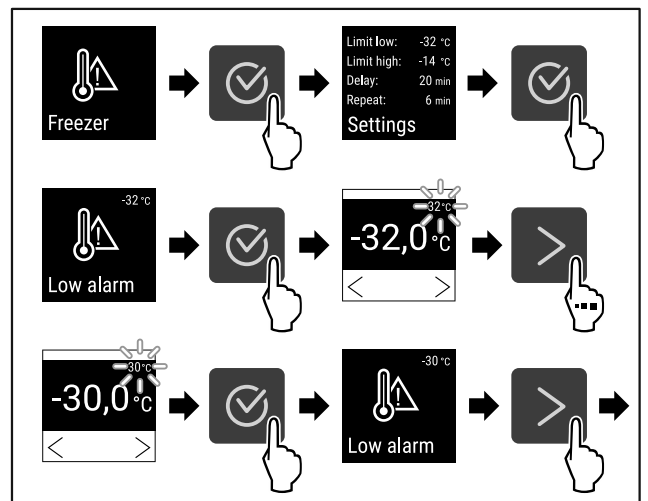

Fig. 131
- ▶ Провести етапи операцій (див. Fig. 131) .